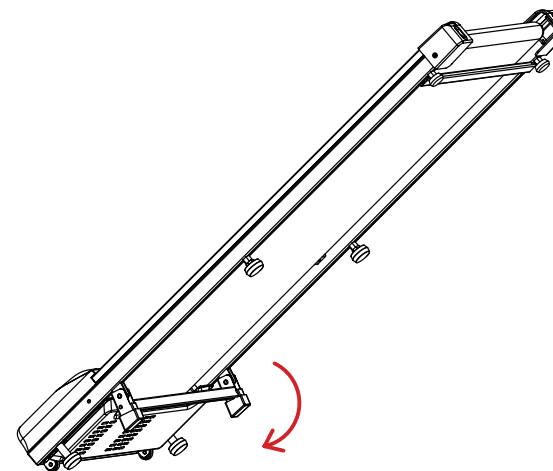

Figure 1
3. Réglage de l'inclinaison: Soulevez le tapis de course par l'arrière et poussez le Incline Support de Réglage dans la direction de la flèche de la Figure 1 pour augmenter l'inclinaison. Ensuite, faites pivoter le patin central vers le bas jusqu'à ce qu'il soit en contact avec le sol pour maintenir l'équilibre, comme montré dans la Figure 2.